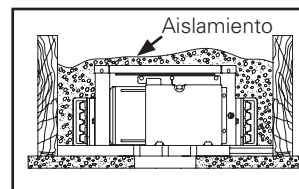
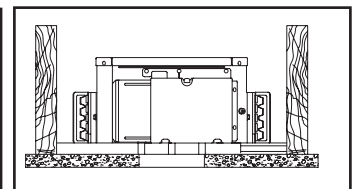

Figura 1.
Figura 2.
- Plataforma de IC (contacto con el aislamiento): La plataforma del alojamiento P3LED09 está diseñada tanto para instalaciones en las que el alojamiento entra en contacto directo con el aislamiento (Figura 1.) como en las que no entra en contacto con él (Figura 2.).